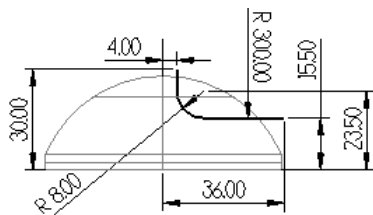

图 5.4.25 标注尺寸
④ 单击 按钮，完成曲线的修剪。
(7) 标注尺寸。在 下拉列表中选择第一个选项 。选择下拉菜单 **绘图(C)** → **尺寸标注(O)** → **快速标注(S)...** 命令，标注尺寸如图 5.4.25 所示。